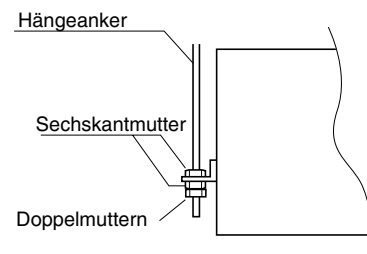

Abb. 3-80
- (3) Die drei Sechskantmuttern und die beiden Unterlegscheiben (im Fachhandel erhältlich) auf jeden der vier Hängeanker schrauben, wie in der Abbildung gezeigt. Je eine Mutter und eine Unterlegscheibe für die obere Seite, und zwei Muttern und eine Unterlegscheibe für die untere Seite verwenden, damit das Gerät nicht von den Hängevorsprüngen abrutschen kann. (Abb. 3-80)